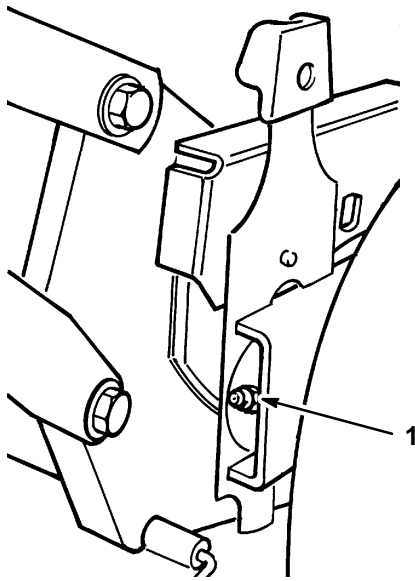

Figure 25
- Lleve las palancas de altura de corte de las ruedas traseras a la graduación del centro. Limpie las copillas de engrase con un trapo limpio (Fig. 25). Instale la pistola de engrase en la copilla y aplique 2 ó 3 bombazos de Grasa a Base de Litio Multiuso #2. El exceso de presión puede dañar los sellos.